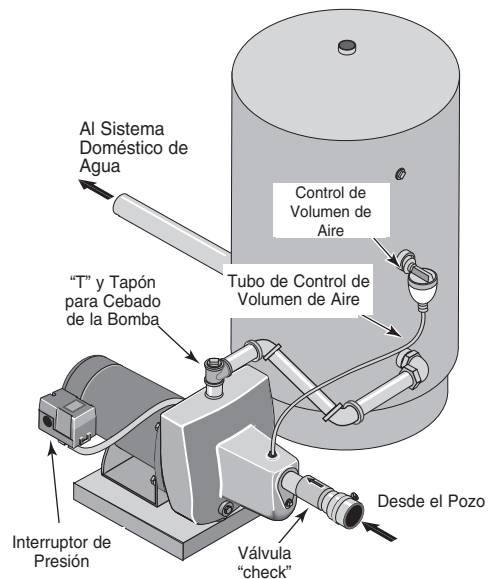

Figura 5: Conexiones para Tanque Estándar
## CONEXIÓN PARA TANQUE ESTÁNDAR (Figura 5)
1. Instale una "T" en el puerto de descarga de la bomba (Figura 5).
3. Retire el tapón de la tubería de 1/8" de NPT del orificio del Control de Volumen de Aire (CVA) de la bomba (Vea la Figura 5). Instale una tubería desde el puerto de CVA (Vea la Figura 5) de la bomba hacia el puerto en el CVA montado en el tanque. Vea las instrucciones incluidas con el tanque y en el CVA, para tener más detalles.